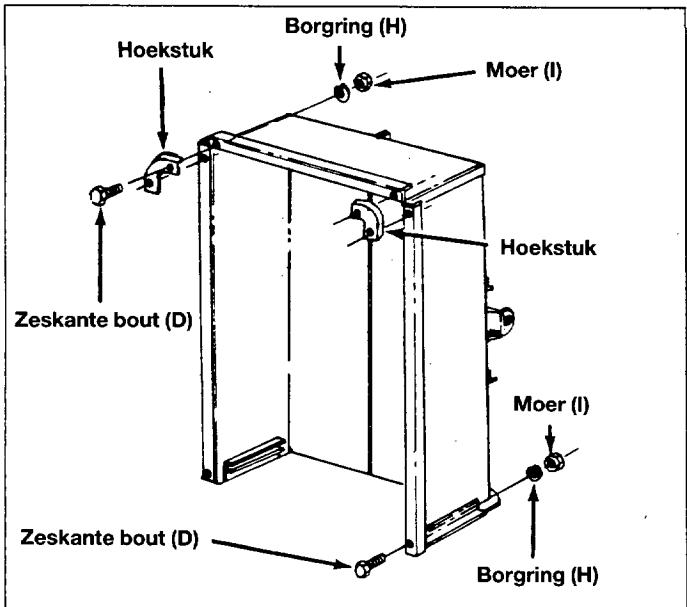

Fig. 10
15. Monteer de twee hoekstukken aan de voorkant en twee bouten door de zijkanten en de versterking van de achterklep. Gebruik 6×12 mm zeskante bouten (D), borgringen (H) en moeren (I). Zie fig. 10.